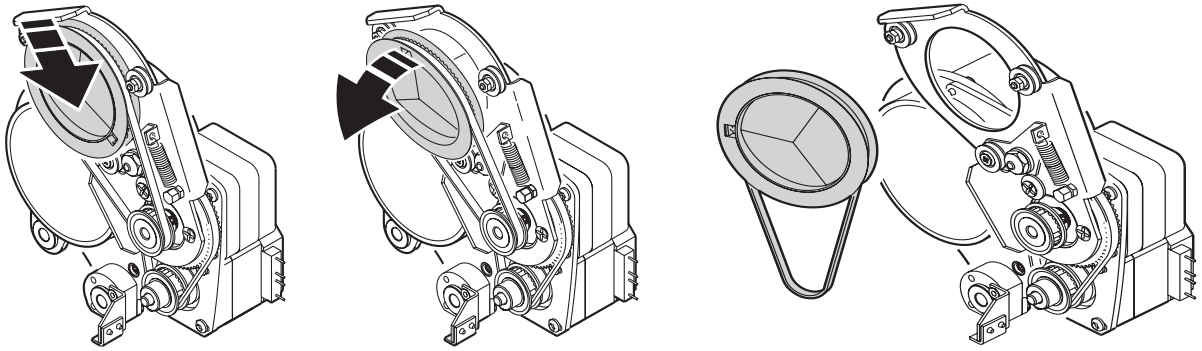

Bild 14: Removing the prism
3. Siehe Bild 14. Das Prismenrad wird von drei Rollen gehalten. Die untere Rolle ist federbelastet. Drücken Sie das Prisma nach unten, bis Sie es aus den zwei oberen Rollen nehmen können. Nehmen Sie es mit dem Zahnriemen aus dem Modul.